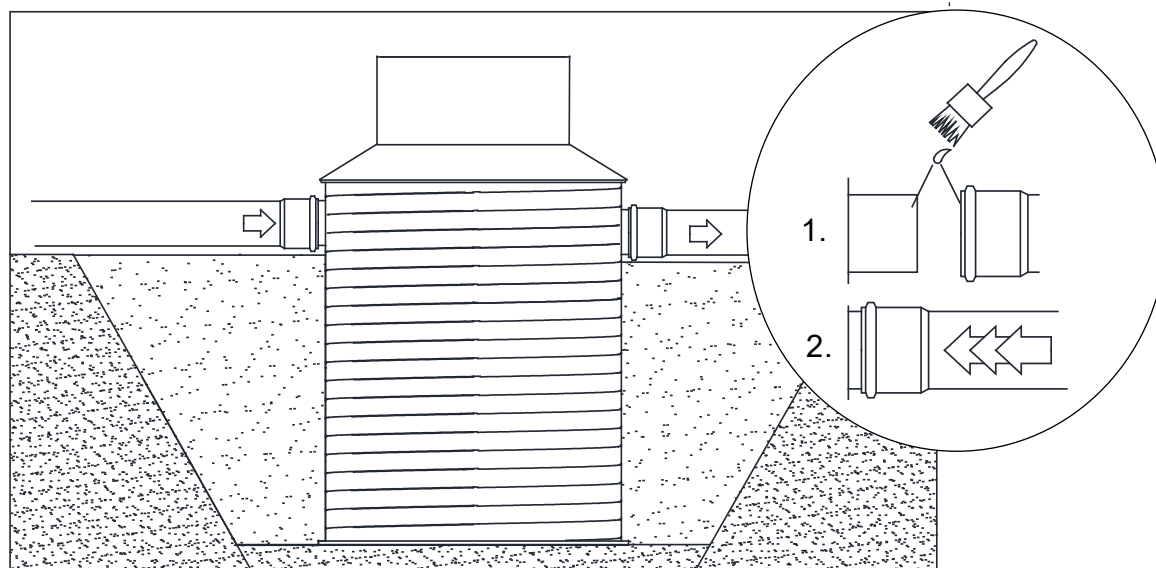

Bild 12. Anslutning av avloppsrör.
D. Rikta in avloppsroret axiellt mot enhetens inlopp/utlopp, smörj packningen på rörmuffen och den yttre ytan av spetsändan (Bild 12.). För hopfogning av rör kontrollerar man att muffar och spetsändor är fria från jord och sand. Sedan skjuts rören ihop. Om anslutande rör inte är släta behöver övergångar användas. Vid grundförläggning